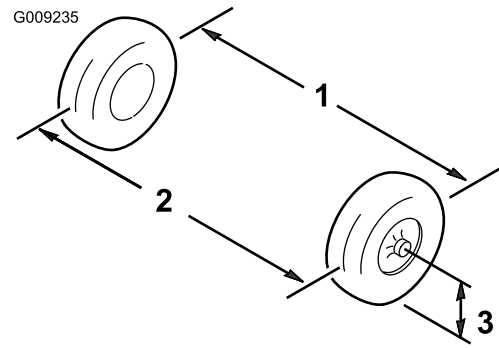

Bild 52
1. Messen Sie den Abstand zwischen beiden Vorderreifen auf Achshöhe (an der Vorder- und Rückseite der Vorderreifen) (Bild 52).